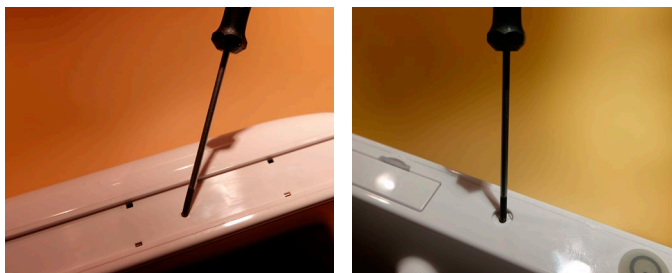

Bild 6 Ta bort skruvarna
e) Ta bort skruvarna från alla fyra kanter på skärmenheten (bild 6)